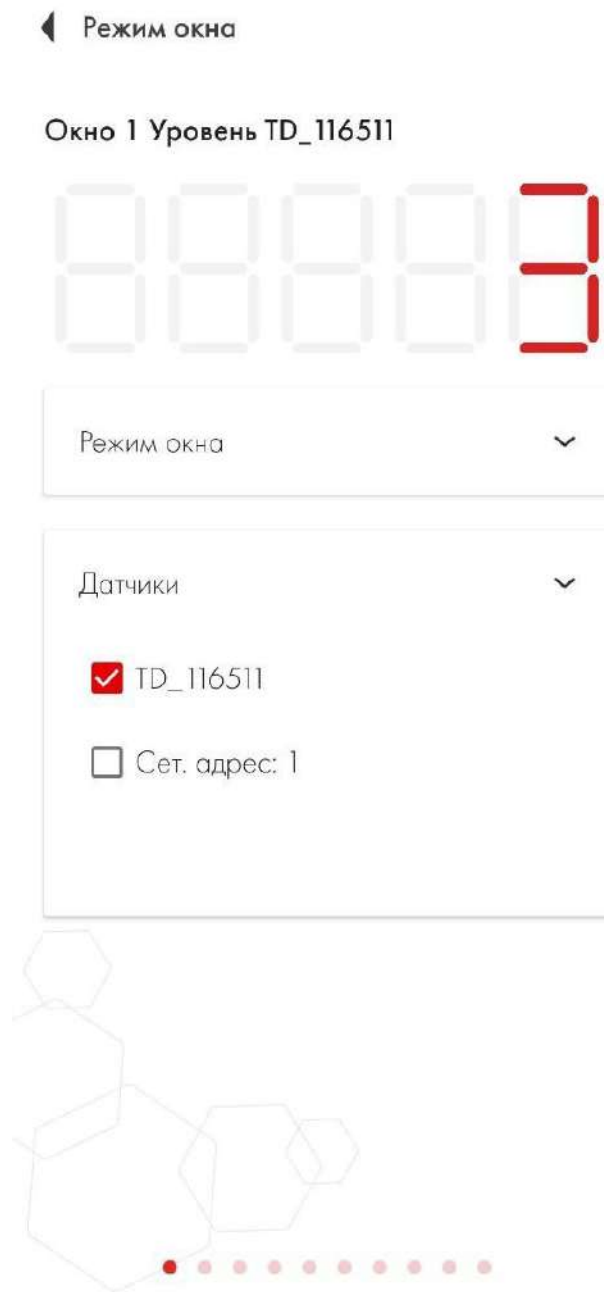

Рис. 59 Выбор датчика
2.8.4 Для ДУТ (как BLE, так и проводных, а также проводных ДУ-180, ДГВ-200, ДУВ) в меню Режим экрана выберите Показание уровня. Затем выберите датчик, данные которого должны отображаться в выбранном Окне X в меню Датчики (Рис. 59). Для любого проводного датчика выберите датчик по серийному номеру. Для датчиков BLE выберите датчик по его имени XX\_YYYYYY (XX — первые буквы модели датчика, YYYYYY — последние 6 цифр серийного номера датчика).